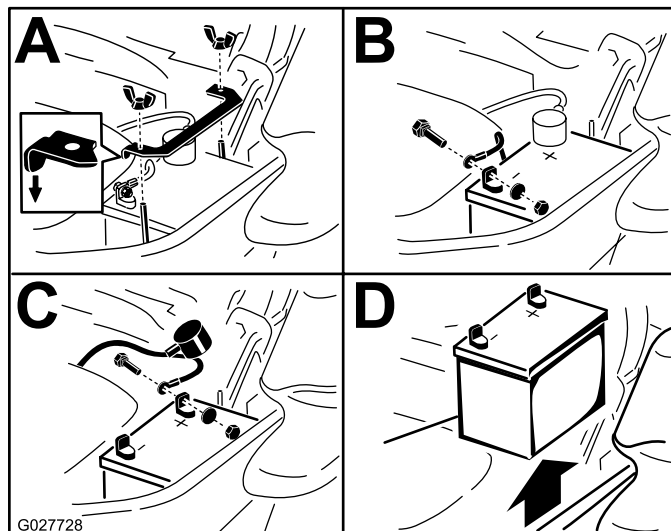

Figura 51
3. Primero desconecte el cable negativo (negro) del borne negativo (-) (negro) de la batería (Figura 51).
4. Retire la cubierta de goma roja del borne positivo (rojo) de la batería y retire el cable positivo (+) (rojo) (Figura 51).
5. Retire la tuerca de orejeta que sujeta la abrazadera de la batería (Figura 51).
6. Retire la abrazadera (Figura 51).
1. Coloque la batería en la bandeja, con los bornes frente al depósito de aceite hidráulico (Figura 51).
4. Fije los cables con 2 pernos, 2 arandelas, y 2 contratuercas (Figura 51).
6. Instale la abrazadera y sujétela con la tuerca de orejeta (Figura 51).